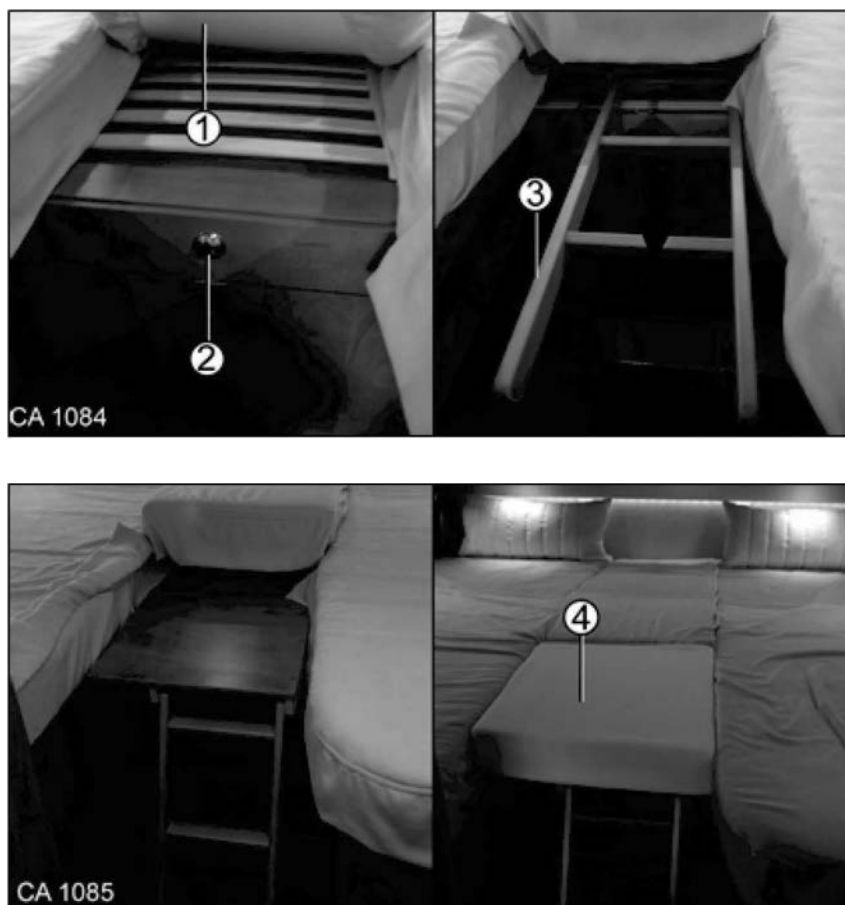

Fig. 82 Transformation des lits jumeaux
1. Soulever le coussin (Fig. 82/1) pour accéder à la fermeture push-lock.
2. Ouvrir la fermeture push-lock (Fig. 82/2).
3. Sortir complètement l'échelle (Fig. 82/3) en direction de la cabine.
4. Placer un coussin d'appoint (Fig. 82/4) sur la surface libre.
- Avant de prendre la route, rentrer complètement l'échelle (Fig. 82/3) et fermer la fermeture push-lock (Fig. 82/2).